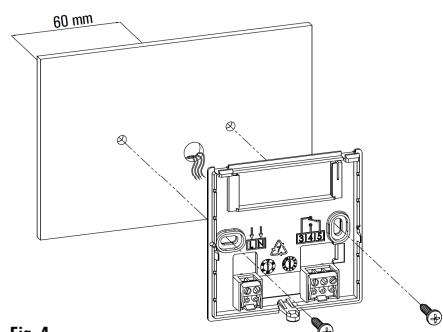

Fig. 4
- Fijar la base directamente a la pared o en una caja de derivación de 2 módulos mediante los orificios de los tornillos con distancia entre ejes de 60 mm prestando atención a pasar los cables en la ranura como indica la Fig. 4.